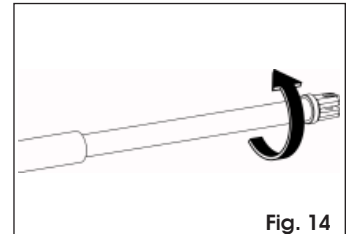

Fig. 14
- Gire media vuelta o una vuelta el vástago del operador en sentido horario, Fig. 14, de modo que entre el vástago.